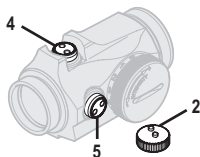

Fig. 3 Justeringslocket
- d Justeringslocket (2) eller Verktuget (13A) används för att justera Höjdjusterskruven (4) och Sidojusterskruven (5). De två knapparna på Justeringslocket (2) passar i de två fördjupningarna på Justerskruvorna (4) (5). Se Fig. 3.